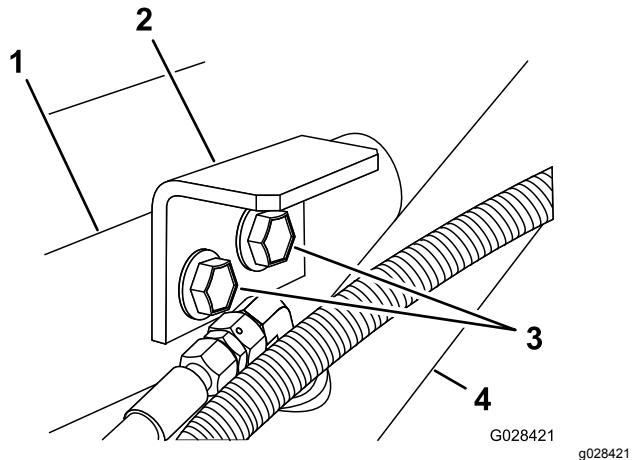

図7
- ホールドダウンブラケットを支持ブラケットとフレームに組み付ける; ステップ1で外したフランジヘッドボルト2本とフランジロックナットを利用する(図7)。